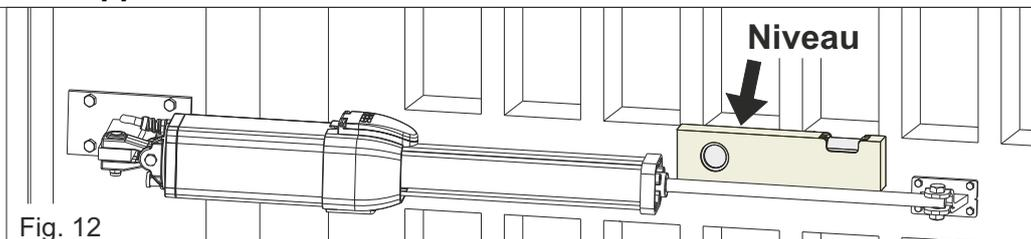

Fig. 12
- 2 - Pour un bon fonctionnement il est important de positionner tant l'opérateur que les supports postérieur et antérieur de façon parfaitement horizontale, en utilisant le niveau comme en Fig. 12
*Le support doit être positionné de manière telle que l'opérateur soit parfaitement horizontal (Fig. 12)*